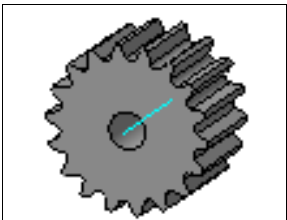

Рис. 25.12. Модель шкива с зубьями
- ◆ нажмите кнопку **Создать объект**. Система создала 18 зубьев (рис. 25.12). Сохраните его как Шкив 3. Аналогично создайте 40 зубьев на большом шкиве и сохраните его как Шкив 4.